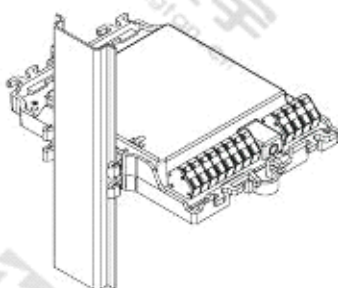

图 2
- 导轨安装 (图 2)
- 轨道安装 (图 2)
1. 将两个固定脚装在模块上 (图 2)。